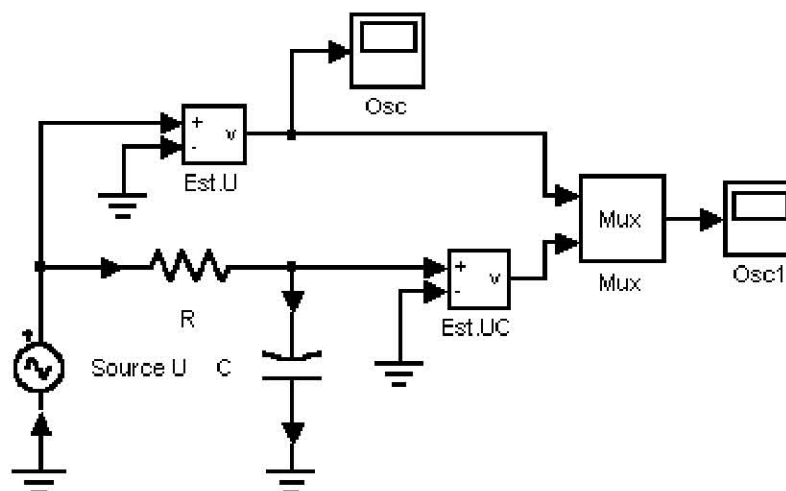

Рис.1 Схема исследуемой модели (RC-цепь)
2. Запустите программу **Matlab 6**. В командном окне программы наберите **lab1** и нажмите *Enter*. В появившемся меню нажмите на кнопку, соответствующую цепи, заданную в варианте задания. Откроется несколько окон, одно из которых является окном исследования модели, а остальные – индикаторами. На индикаторах будут отображаться осциллограммы сигналов на входе и выходе анализируемой цепи. В главном окне изображена исследуемая модель, показанная на рис. 1.